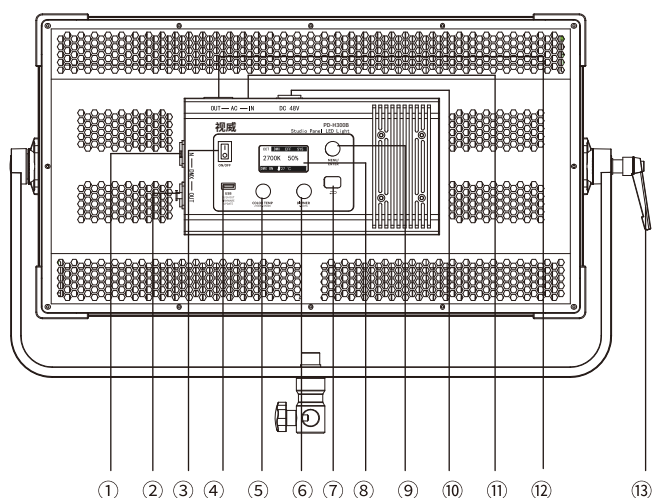

图3 PD-H300B背面视图
在该工作模式下,用户可以通过图3 ⑤/⑥所示参数调节旋钮分别设定“色温”、“亮度”参数,该显示界面还同时显示DMX的开/关状态以及当前的光源温度等信息。
- 3) 打开电源开关，使PD-H300B处于工作状态，将U盘插入图3 ④USB接口；